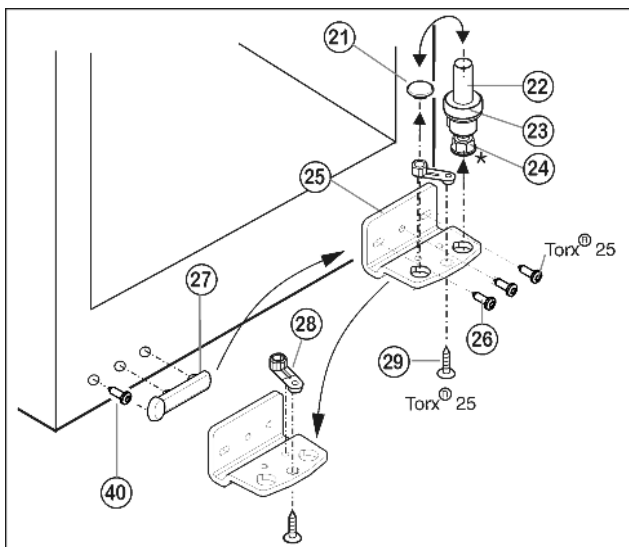
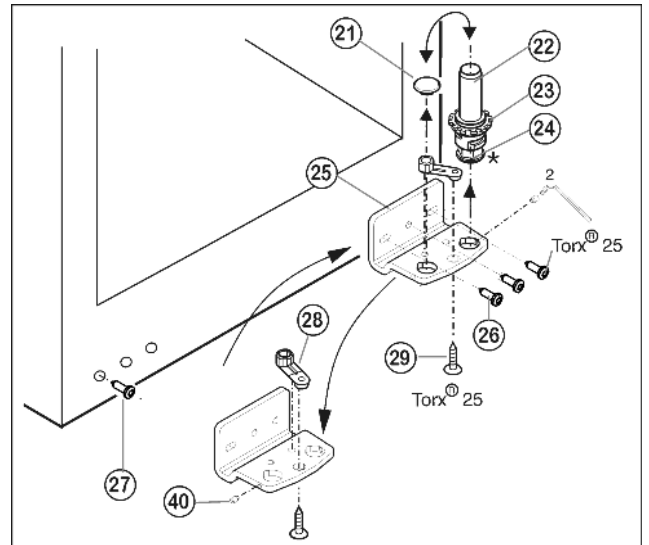

Fig. 5
Fig. 6
- ▶ Lagerbout *Fig. 5 (22)* compleet met schijfje *Fig. 5 (23)* en stelvoetje\* *Fig. 5 (24)* naar boven eruit trekken.
- ▶ Stop *Fig. 5 (21)* eraf halen.
- ▶ Lagerbus *Fig. 5 (25)* losschroeven *Fig. 5 (26)*.
- ▶ Lagerdeel *Fig. 5 (28)* losschroeven *Fig. 5 (29)* en in het tegenoverliggende opnamegat van de lagerbus omzetten en weer vastschroeven.
- ▶ Afdekking aan de greepzijde *Fig. 5 (27)* voorzichtig verwijderen, schroef *Fig. 6 (40)* uitdraaien en beide aan de andere kant weer aanbrengen.
- ▶ Lagerbus *Fig. 5 (25)* aan de nieuwe scharnierzijde evt. met behulp van een accuschroevendraaier weer **goed (met 4 Nm)** vastschroeven.
- ▶ Stop *Fig. 5 (21)* weer in het andere gat aanbrengen.
- ▶ Lagerbout *Fig. 5 (22)* compleet met schijfje en stelvoetje\* weer aanbrengen. Er daarbij op letten, dat de sluitnok naar achter wijst.
- ▶ Borgpen *Fig. 6 (40)* met de meegeleverde inbussleutel ca. 1 omwenteling uitdraaien.
- ▶ Lagerbout *Fig. 6 (22)* compleet, met schijfje *Fig. 6 (23)* en stelvoetje\* *Fig. 6 (24)* naar boven eruit draaien.
- ▶ Stop *Fig. 6 (21)* eraf halen.
- ▶ Lagerbus *Fig. 6 (25)* losschroeven *Fig. 6 (26)*.
- ▶ Borgpen *Fig. 6 (40)* geheel uitdraaien en aan de tegenoverliggende zijde in de lagerbus draaien, tot de pen op één lijn met de lagerbus ligt.
- ▶ Lagerdeel *Fig. 6 (28)* losschroeven *Fig. 6 (29)* en in het tegenoverliggende opnamegat van de lagerbus omzetten en weer vastschroeven.
- ▶ Stop *Fig. 6 (21)* weer in het andere gat aanbrengen.
- ▶ Schroef *Fig. 6 (27)* losdraaien en aan de andere kant weer indraaien.
- ▶ Lagerbus *Fig. 6 (25)* aan de nieuwe scharnierzijde evt. met behulp van een accuschroevendraaier weer **goed (met 4 Nm)** vastschroeven.
- ▶ Lagerbout *Fig. 6 (22)* compleet met schijfje en stelvoetje\* weer aanbrengen.
- ▶ Borgpen *Fig. 6 (40)* vastdraaien.
- ▶ Plaats de deur van boven op de lagerbout beneden Fig. 6 (22).
- ▶ De deur eventueel via de beide langsgaten in de lagerbus onder Fig. 6 (25) ten opzichte van de kast uitlijnen. Daartoe middelste schroef uitdraaien.